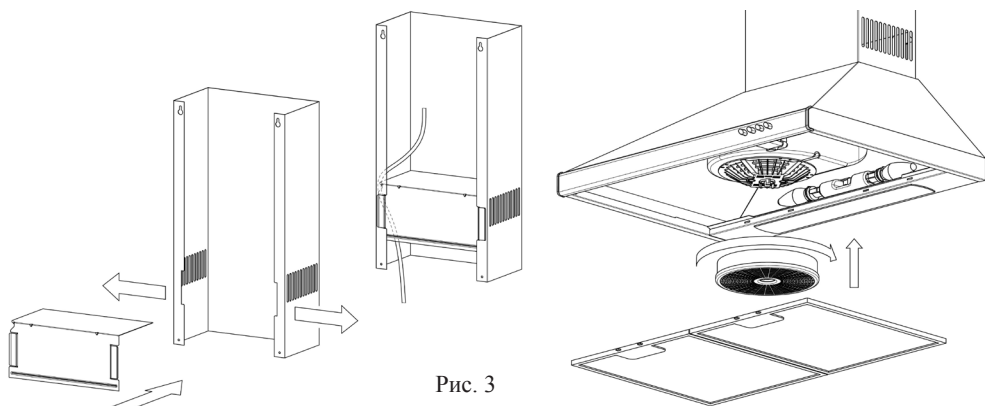

Рис. 3
ВНИМАНИЕ! МИНИМАЛЬНОЕ РАССТОЯНИЕ МЕЖДУ ПЛОСКОСТЬЮ УСТАНОВКИ ПОСУДЫ НА ПЛИТУ (НАГРЕВАТЕЛЬНОЙ ПОВЕРХНОСТЬЮ) И ВОЗДУХООЧИСТИТЕЛЕМ ДОЛЖНО БЫТЬ 75 см. ВОЗДУХООЧИСТИТЕЛЬ КРЕПИТЬ НА РОВНУЮ ПОВЕРХНОСТЬ (рис. 3).
- 6.7 **ДЛЯ РАБОТЫ В РЕЦИРКУЛЯЦИОННОМ РЕЖИМЕ** установите заслонку в трубу нижнюю так, чтобы сетевой шнур проходил через подогнутый уголок заслонки. При установке разведите в стороны боковые плоскости нижней декоративной трубы и поочередно вставьте проушины заслонки в пазы на задних полках (рис. 3). Для установки фильтра угольного кассетного, оденьте его на фиксирующие элементы в центре вентилятора и поверните по часовой стрелке до упора (рис. 3). Демонтаж производится в обратном порядке.